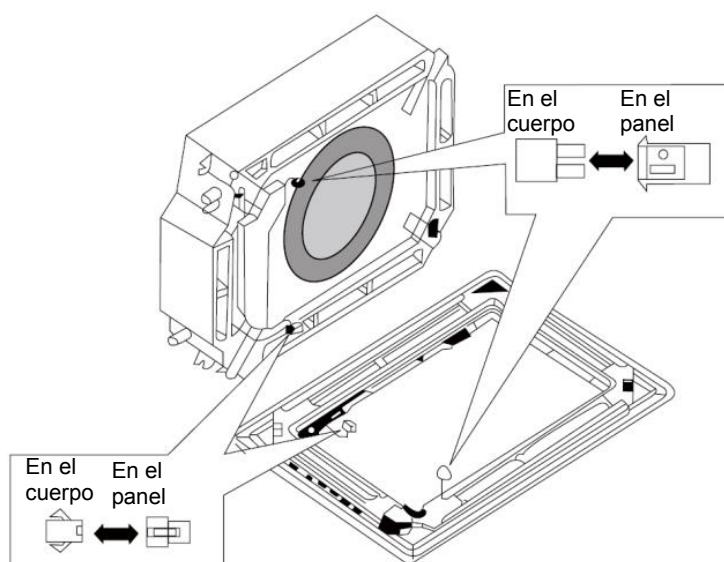

Fig.34
- (4) Conecte el motor de la aleta oscilante como se muestra en la Fig. 34